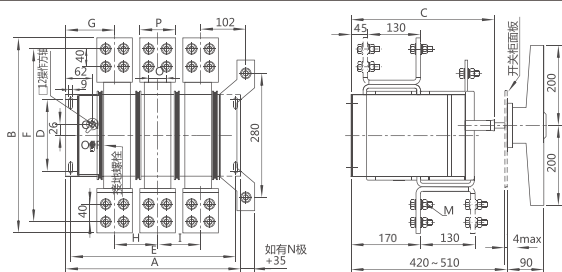

图8 HH15-2500、3150/QP外形及尺寸
6.2.4 HH15-2500、3150/QP外形及安装尺寸 (见图8及表4)